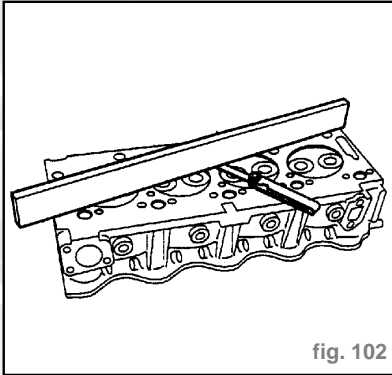

fig. 102
- Déformation maximale admise = **0.05 mm** (fig. 102).